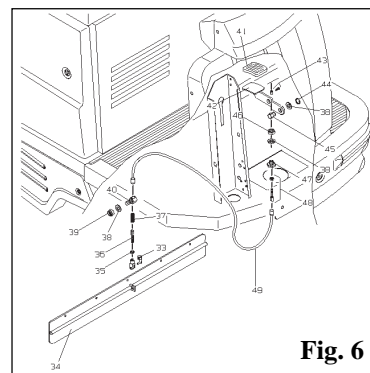

Fig. 6
7.8 SUBSTITUIÇÃO E REGULAÇÃO DO CABO DE ELEVACÃO DO FLAP (Ver Fig. 6)